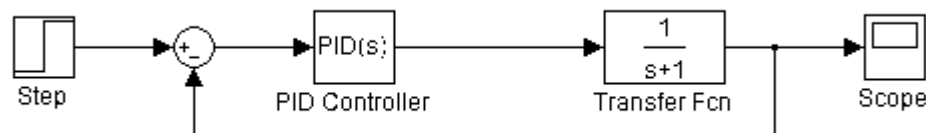

Рис. 1.1
2.1. Запустите пакет Simulink. Соберите схему моделирования, представленную на рис. 1.1.
5.3. Определите критический коэффициент усиления регулятора  $K_u$  и период колебаний  $T_u$ . Для этого воспользуйтесь схемой моделирования на рис. 1.1. Введите передаточную функцию в блок Transfer Fcn и установите в блоке PID Controller  $P = 1, I = D = 0, N = 100$ . Запустите процесс моделирования. Увеличивайте коэффициент усиления пропорциональной составляющей  $P$  и наблюдайте за реакцией системы в блоке Scope до тех пор, пока не возникнут незатухающие колебания. После этого зафиксируйте значение  $K_u = P$  и определите период колебаний  $T_u$ .
8.1. Соберите схему моделирования, представленную на рис. 1.1. Введите в блок Transfer Fcn передаточную функцию объекта управления. Установите в блоке PID Controller следующие численные значения параметров регулятора:  $P=1$ ,  $I=D=0$ . Остальные настройки оставьте по умолчанию.